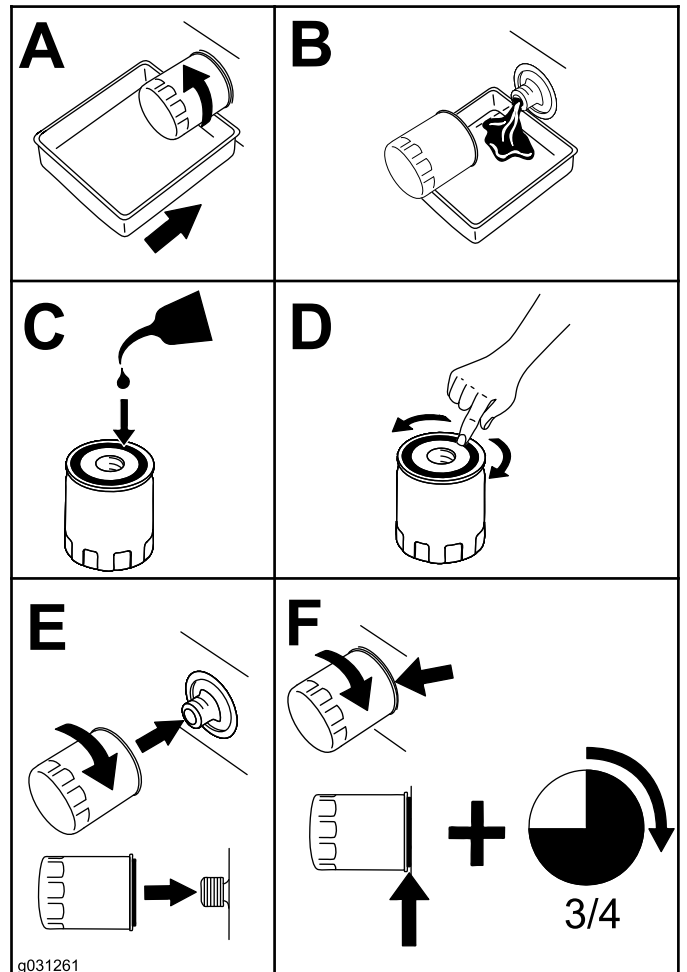

図 51
4. 図 51 に示す手順でエンジンオイルフィルタを交換します。